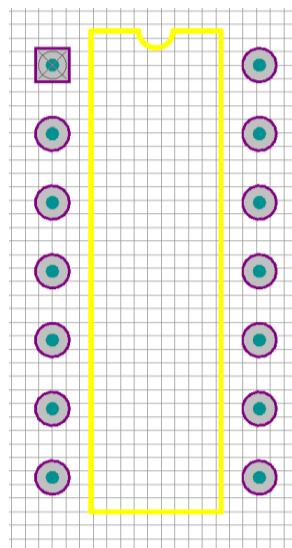

Рис. 3.6
- Результат зображений на рис. 3.6.